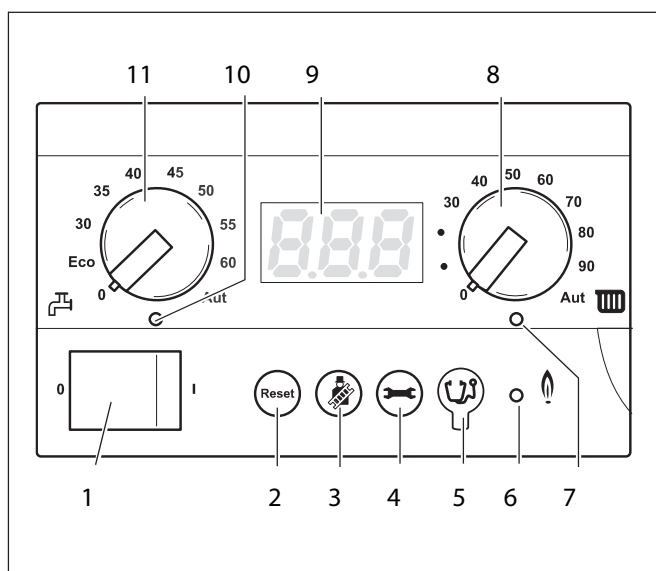

Fig. 5 Regolatore di base BC10
Con il tasto "Spazzacamino" (fig. 5, **pos. 3**) è possibile attivare l'esercizio manuale della caldaia, se ad esempio la regolazione dell'impianto di riscaldamento esterna è difettosa (IRT30 o MBC5).
Mediante il tasto "Indicazione di servizio" (fig. 5, **pos. 4**), è possibile visualizzare sul display la temperatura attuale dell'acqua della caldaia, la pressione attuale dell'impianto dell'impianto etc. Vedere anche il capitolo 5.1.1, pagina 16.
Il tecnico può collegare la spina diagnostica (Service Tool) in questo punto (fig. 5, **pos. 5**).
- Mediante la manopola "Temperatura riscaldamento" (fig. 5, **pos. 8**), è possibile limitare la temperatura massima dell'acqua di mandata consentita per il circuito riscaldamento a pannelli radianti (per lo più al massimo 40°C).